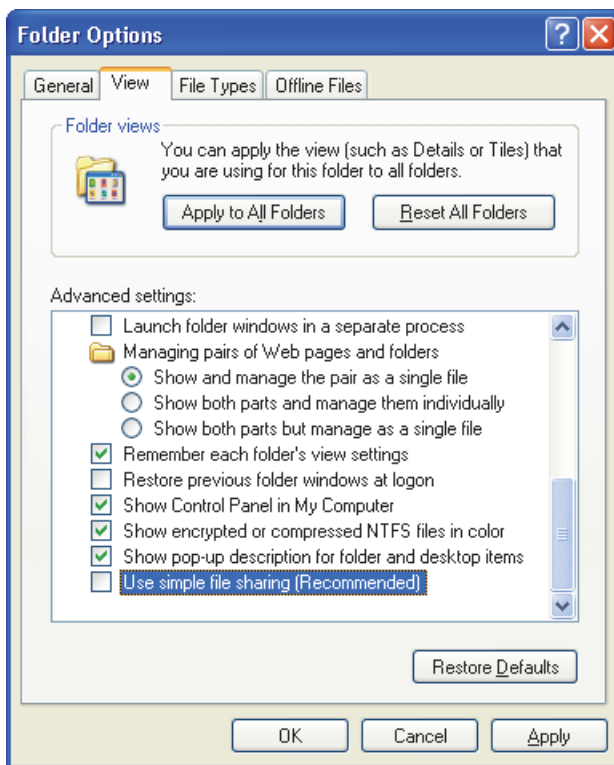

图 7-14 文件夹选项对话框 (Windows XP)
- c) 在 **Folder Options**（文件夹选项）对话框中，点击 **View**（查看）选项卡（参见第 204 页的图 7-14）。